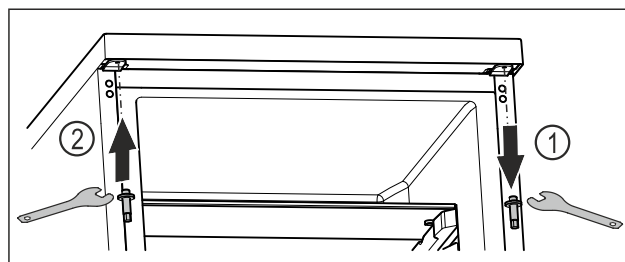

Fig. 22
- ▶ Skruva ur övre bult med utvändigt sexkantsnyckel. Fig. 22 (1)
- ▶ Skruva fast bult på motsatta sidan med utvändigt sexkantsnyckel. Fig. 22 (2)